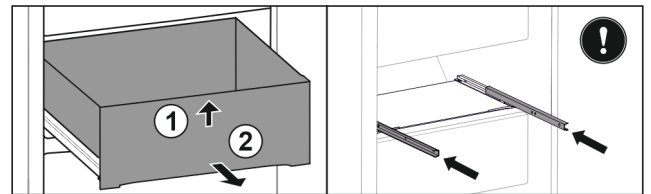

Fig. 34*
- ▶ Schuiflade aan de voorkant optillen Fig. 34 (1).*
- ▶ Er naar voren toe uitnemen Fig. 34 (2).*